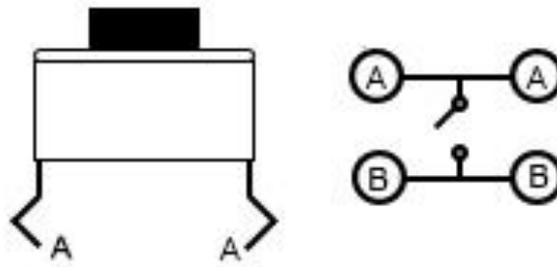

Figura 3.1: Visão Lateral e Interior do Botão.
Em primeiro momento, devemos observar como é o funcionamento de um botão. Para esse caso, utilizaremos um elemento simples com 4 pinos de contato, como mostrado na Figura 3.1. É notável que dois pinos (A) são a mesma ligação, implicando que eles irão possuir o mesmo nível lógico, enquanto os dois outros pinos (B), também ligados, deverão possuir o nível lógico oposto. A chave aberta